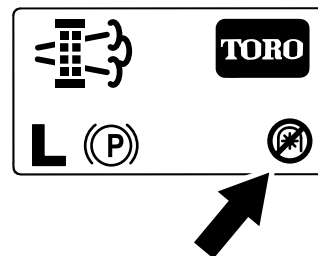

Figure 54
**Remarque:** L'écran d'accueil affiche l'icône de désactivation de la PDF (Figure 54).
**Remarque:** L'écran d'accueil affiche l'icône de désactivation de la PDF ; voir Figure 54 et Messages de régénération en stationnement \(page 48\).